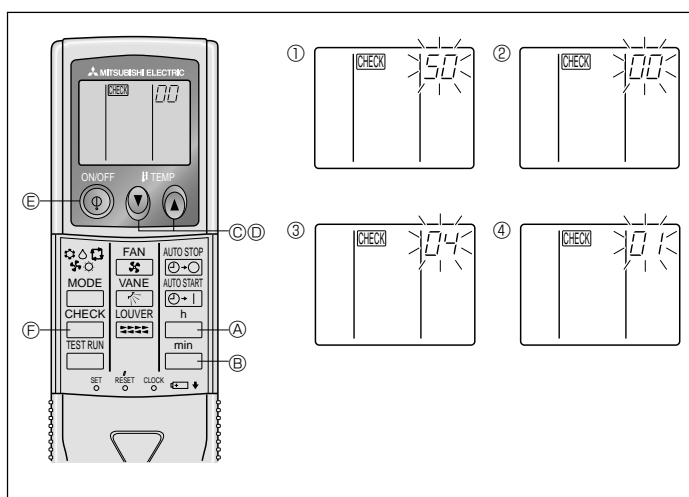

Fig. 6-9
- Нажмите кнопку MODE **E**, и режим и номер установки (①) и (②) переключатся в состояние постоянного отображения на дисплее, что позволит подтвердить содержание настройки.
2) Для беспроводного пульта дистанционного управления (Fig. 6-9)